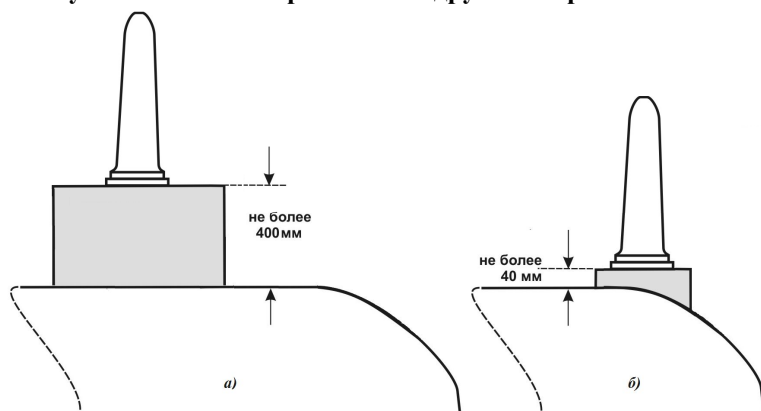

Рисунок 2.
- при необходимости установки антенны на металлической подставке допускается установка антенны, с минимальными размерами основания 1000мм x 1000мм и высотой относительно горизонтальной поверхности крыши не более 400мм (рисунок 2а), а также установка антенны на металлической подставке, проваренной по периметру со всех сторон, с минимальными размерами основания 200мм x 200мм и высотой не более 40мм относительно горизонтальной поверхности крыши (рисунок 2б). Если проварка подставки производится только с двух или трёх сторон, то минимальные размеры площадки необходимо увеличить до 300мм x 400мм, а разъёмное соединение необходимо загерметизировать. Подставка изготавливается из листового металла толщиной 5 - 8 мм силами организации, производящей монтаж антенны на локомотив.